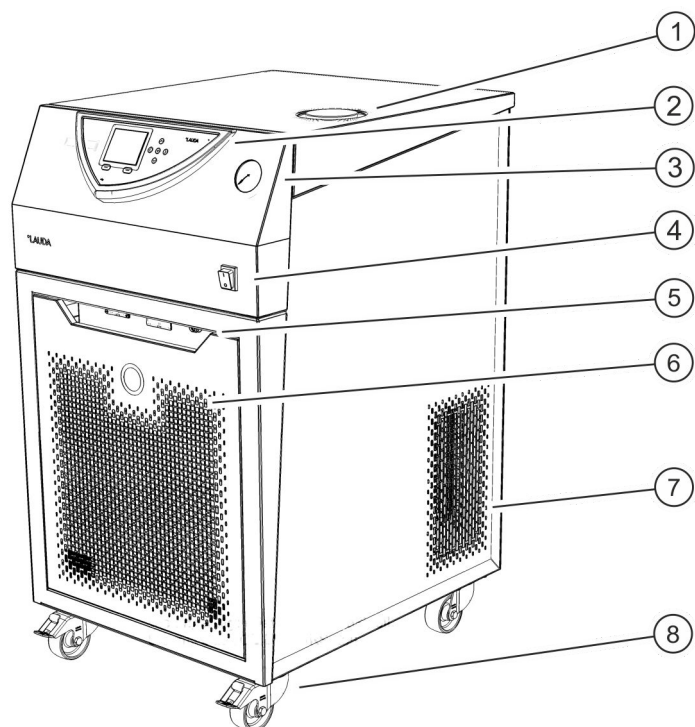

Fig. 5: Façade du VC 2000
7. **Figure 5 :** Incliner légèrement l'appareil avec précaution sur le côté ⑧. Retirer la mousse ⑨ sur laquelle reposait l'appareil. Procéder de la même manière de l'autre côté.
8. **Figure 5 :** Utiliser maintenant le couvercle en bois comme rampe. Le côté oblique de la rampe ne doit pas être tourné vers l'appareil et doit être orienté vers le sol. Les rails de guidage sont visibles. Placer la rampe ⑩ dans l'encoche de la palette. Desserrer les freins des roulettes de l'appareil.